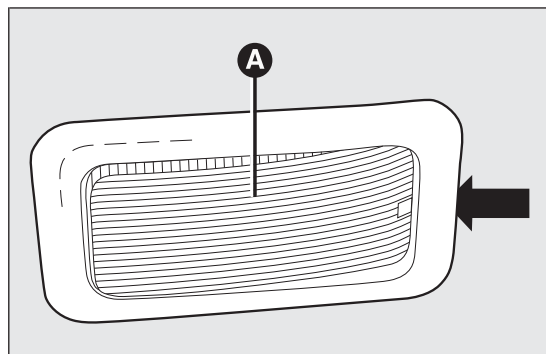

Abb. 120
- ☐ Mit dem mitgelieferten Schraubenzieher die Deckenleuchte A Abb. 120 herausziehen und auf den vom Pfeil angegebenen Punkt Druck ausüben;